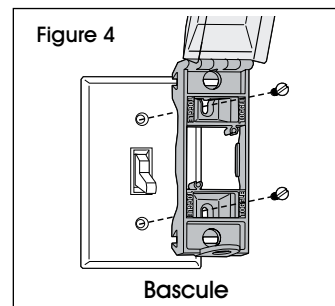

Figure 4
- Desserrez ou retirez les vis. Installez le verrou d'interrupteur mural. Serrez fermement les vis. (Voir Figures 4 et 5)